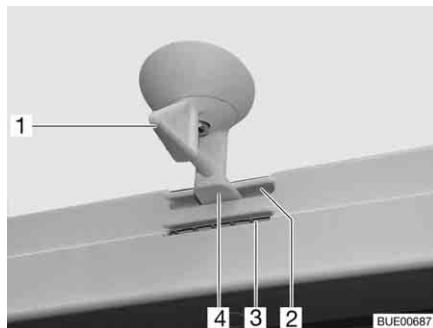
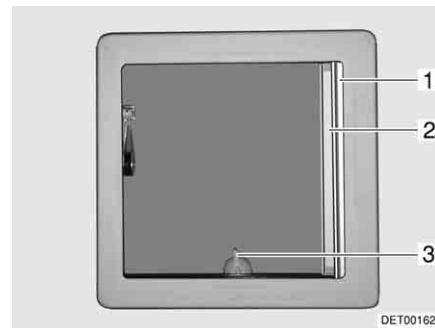

Fig. 48 Oblò inclinabile, bloccaggio
Fig. 49 Oblò inclinabile
- Ruotare la leva (Fig. 48,1 o Fig. 49,3) di un quarto di giro.
- Girare la leva di un quarto di giro. Il bloccaggio (Fig. 48,4) deve entrare nella feritoia inferiore (Fig. 48,3).
- Girare la leva di un quarto di giro. Il bloccaggio (Fig. 48,4) deve entrare nella feritoia superiore (Fig. 48,2).
- Tirare la tendina oscurante pieghevole (Fig. 49,1) fino alla posizione desiderata e rilasciare. La tendina oscurante pieghevole rimane in questa posizione.
- Estrarre la zanzariera a rullo (Fig. 49,2) fino a quando non scatta il bloccaggio dalla parte opposta.